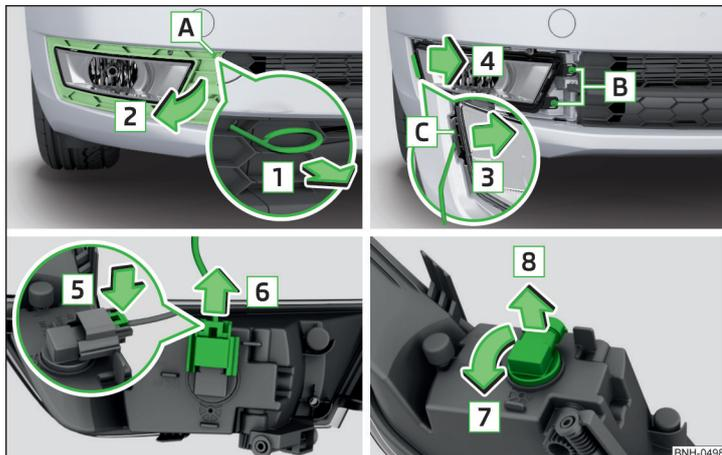

Fig. 195 Retirar el faro antiniebla / cambiar la bombilla
- Introducir en la apertura **A** » fig. 195 el estribo para retirar los tapacubos integrales.
- Tirando en el gancho en el sentido de la flecha **1**, retirar la reja de protección en el sentido de la flecha **2** » fig. 195.
- Presione el enclavamiento en el conector en el sentido de la flecha **5** » fig. 195.
- Monte el faro antiniebla en sentido contrario al de la flecha **4** » fig. 195 y enrósquelo.